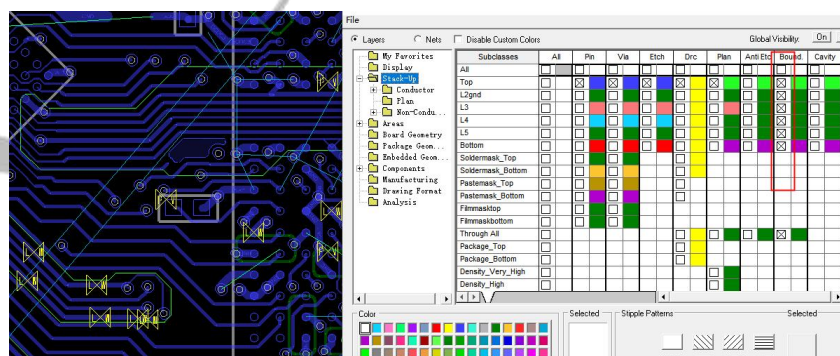
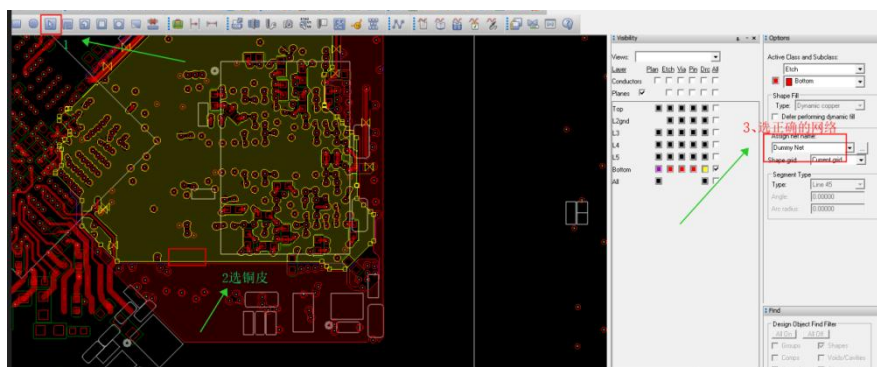

图 2.15 检查铜皮网络
图 2.16 检查铜皮网络
1. 铜皮网络的确认，导入时，会存在铜皮网络丢失的情况，需要重新打开每一层，确认铜皮网络是否正确，如下图 2.15 和图 2.16 所示：